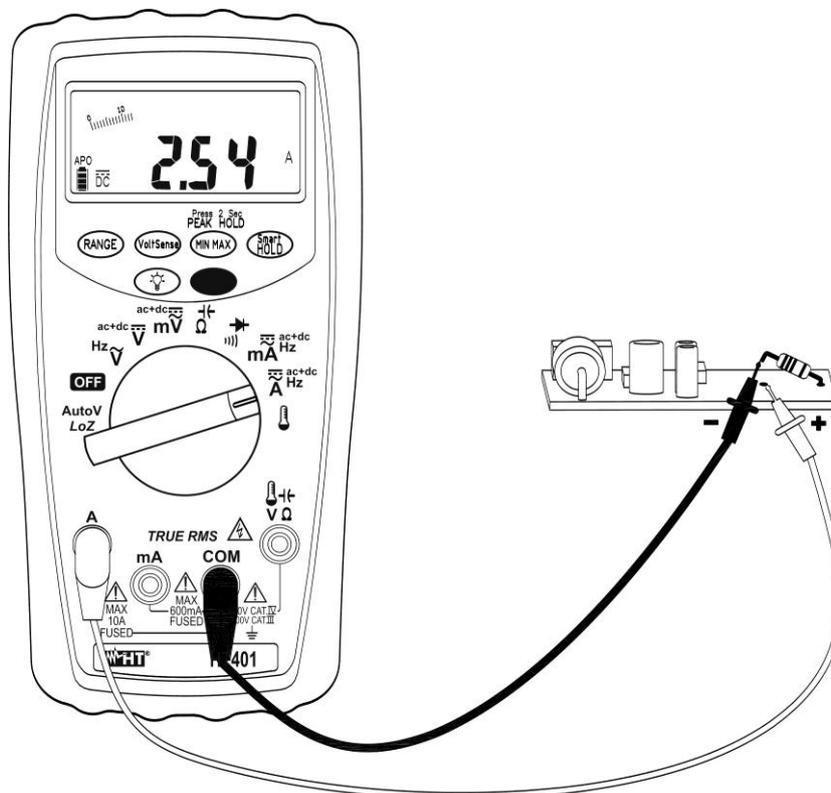

Fig. 5: Uso do instrumento para medir Correntes DC
6. Ligar a ponteira vermelha e a ponteira preta em série com o circuito do qual se pretende medir a corrente respeitando a polaridade e o sentido da corrente indicado na Fig. 5.
9. A visualização do símbolo "-" no display do instrumento indica que a corrente tem sentido oposto em relação à ligação da Fig. 5.